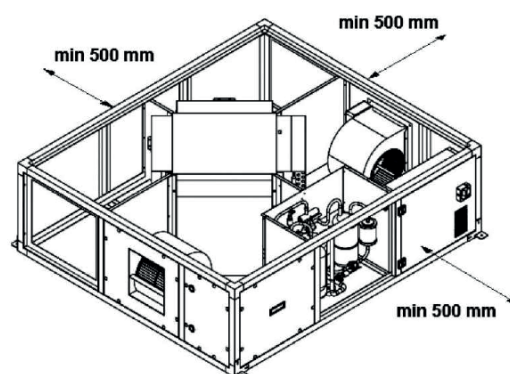

Fig. 2
- Einen seitlichen, frei zugänglichen Raum von mindestens 500 mm vorsehen (Abb. 2), entsprechend der gewählten Installationskonfiguration.
- *Prévoir un espace latéral libre et accessible de 500 mm min. (fig. 2), compatible avec la configuration d'installation choisie.*